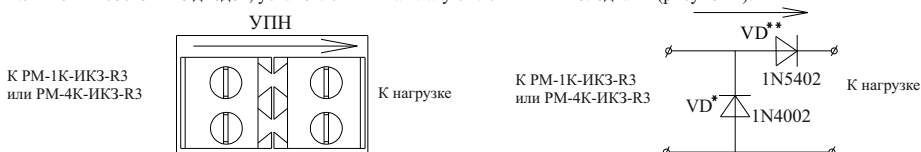

Рисунок 2
4.5 УПН состоит из диодов, установленных на плату с клеммными колодками (рисунок 2).
Во выключенном состоянии контроль осуществляется через диод VD * УПН (рисунок 2).